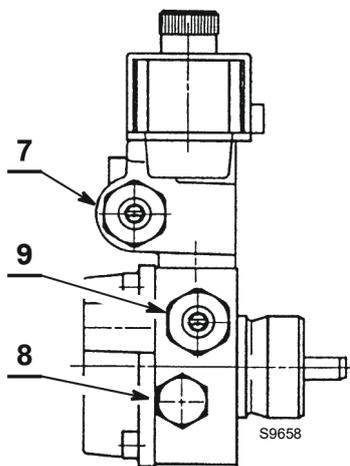

Fig. 19
- Se necessario, ritardare la pressione agendo sulla vite 7)(Fig. 19).
- Il manometro per il controllo della pressione va montato al posto del tappo 8)(Fig. 19).
- Se è necessario, ritardare tale pressione, o se si preferisce cambiarla, basta agire sulla vite 9)(Fig. 19).